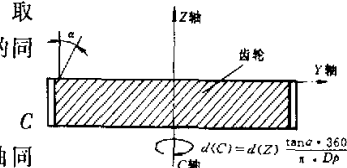
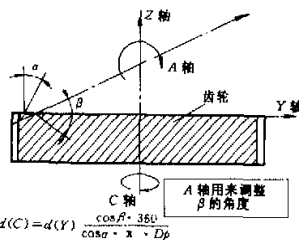
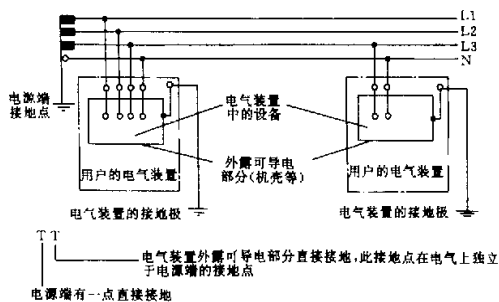

图 2 G81 功能图
图 3 G85 功能图
图1 TT系统
(2) G81: C 轴, Z 轴和主轴同步(图 2)。
(3) G85: C 轴, Y 轴和主轴的同步(图 3)。
机床数控系统电源采用“TT”或“TN—S”接地形式,不允许采用“TN—C”接地形式,见图1、图2、图3。